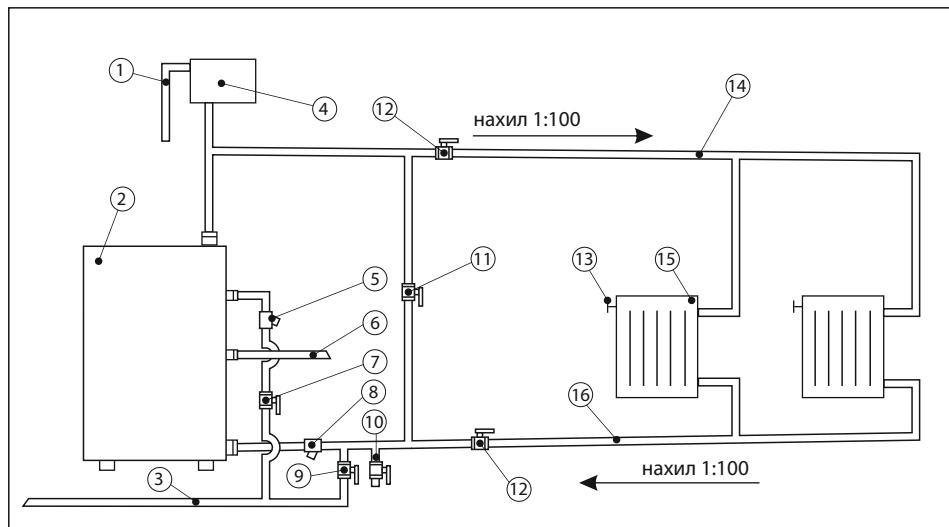

Рис. 6. Варіант схеми монтажу котла в системі опалення з природною циркуляцією теплоносія.
Для досягнення максимальної продуктивності другого контуру, між входом і виходом теплоносія з котла необхідно встановити перепускну трубу (рис. 6). Це дає можливість отримати максимальну ефективність роботи водонагрівача, регулюючи подачу теплоносія в систему опалення.
При роботі котла для підігрівання води в літній період необхідно крани (поз. 12, 14, рис.6), закрити повністю, а кран (поз.13, рис.6), встановлений на перепускній трубі, відкрити повністю.
Розширювальний бак повинен бути розміщений у вищій точці системи опалення. Контроль заповнення системи водою здійснійте по переливному патрубку (поз.1, рис.6). Об'єм розширювального бака повинен бути не менше 8% від об'єму опалювальної системи.
7.1.4. Пуск і робота котла (рис.6).